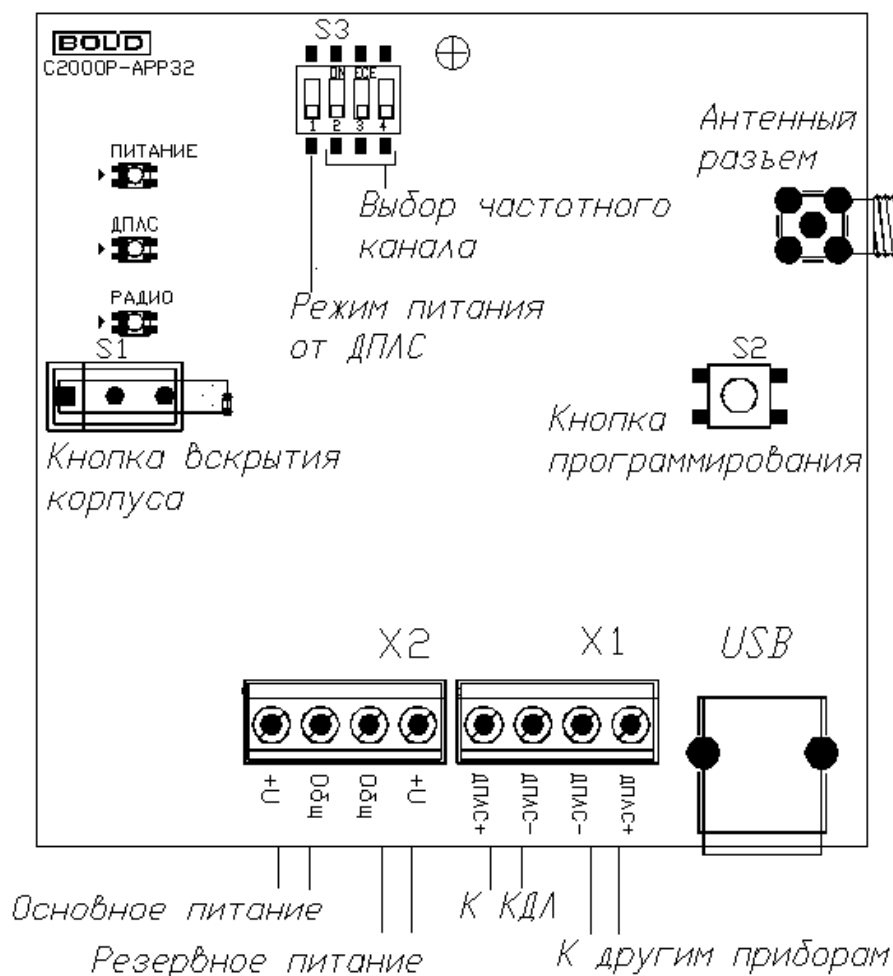

Рисунок 4.1 «С2000P-APP32»
Существует два режима питания APP32, выбор режима осуществляется посредством переключателя S3.1 (см. Рисунок 4.1).
**В режиме питания от внешних источников**, подключаемых к клеммам X2 (см. Рисунок 4.1), при штатной работе системы отсутствует потребление из сети ДПЛС. В данном режиме APP32 контролирует напряжение внешних источников питания, которое должно находиться в диапазоне от 9 до 28 В.
АРР32 имеет три двухцветных светодиодных индикатора (см. Рисунок 4.1):
2. Подключите антенну, входящую в состав прибора, к антенному РЧ разъему на плате (см. Рисунок 4.1);
Выбор РЧ канала осуществляется вручную посредством переключателей S3.2—S3.4 (см. Рисунок 4.1), либо в автоматическом режиме. После выбора канала APP32 и все подключённые к нему РУ переходят на выбранный канал в течение 90 с.
Процедура запускается посредством комбинации нажатий кнопки программирования **S2** (см. Рисунок 4.1) «*двойное короткое – длинное*». Процедура анализа занимает 4 минуты, при этом подаётся световая индикация: «Питание» и «ДПЛС» выключены, «Радио» поочередно мигает зелёным и жёлтым с частотой 4 раза в секунду.
- Установите переключатели S3.2, S3.3 и S3.4 (см. Рисунок 4.1) в положение «On».